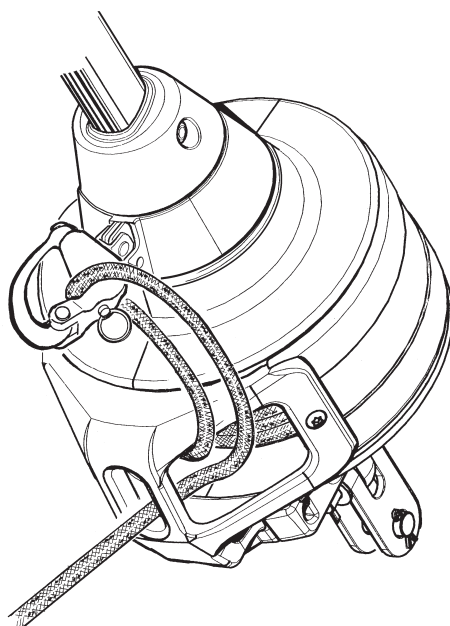

Fig: 6.2.a
- Assurer la bosse avec le mousqueton d'amure v. Fig: 6.2.a. Cela évitera un déroulement accidentel.